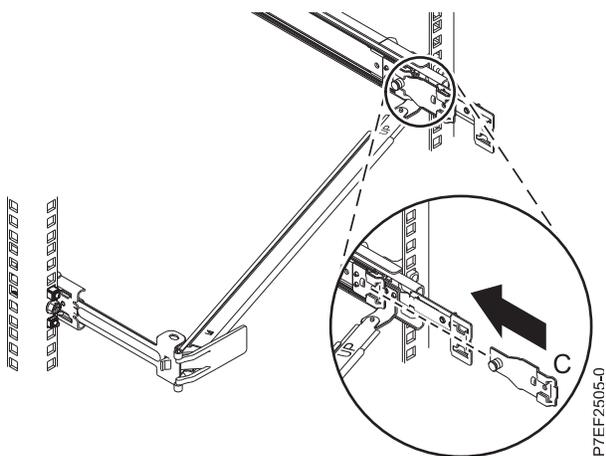

図 14. 取り付け金具をスライド・レールに取り付ける
6. ケーブル・マネージメント停止ブラケット (B) を右側スライドの内側のスロットに取り付けます。停止ブラケット (B) をスライド・レールに滑り込ませ、バネ式のピンが所定の位置に収まるまでスライドさせます。詳しくは、図 14 を参照してください。